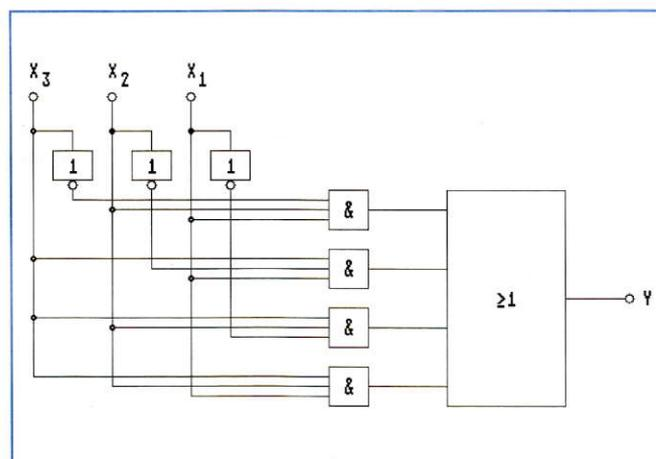

Bild 3: Blockbild darstellung von Glg. (2)
Wie aus Bild 2 bereits zu erahnen, läßt sich eine boolesche Funktion auch grafisch darstellen, wodurch ein direkter Bezug zur Umsetzung in eine elektronische Schaltung hergestellt wird [1]. Als Beispiel ist in Bild 3 das zu Glg.(2) gehörige Blockschaltbild zu sehen.